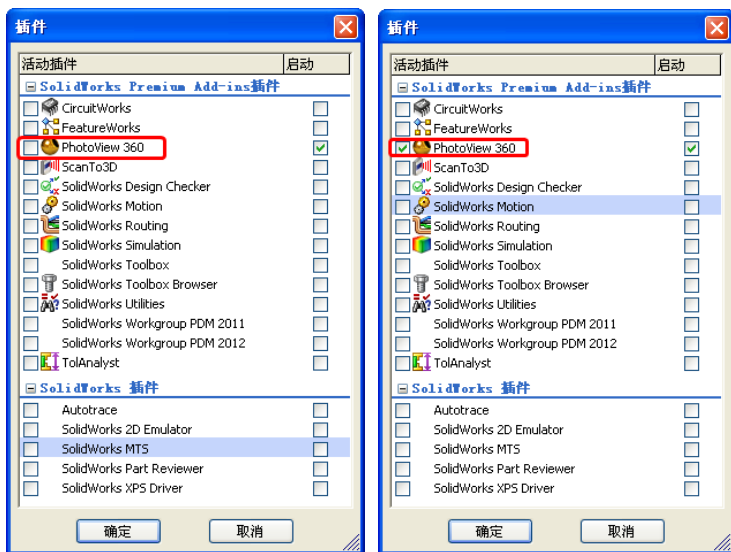

图 8-59 “插件”对话框
(1) 在菜单栏中选择“工具”→“插件”命令，弹出“插件”对话框，勾选“PhotoView 360”前面的复选框，如图 8-59 所示。